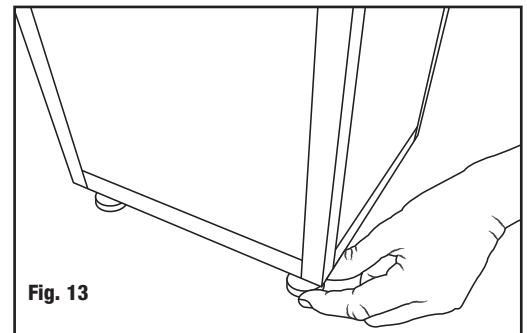

Fig. 13
2. Incline la ensambladora hacia un lado y ajuste la altura de dos de las cuatro patas regulables, dándoles vueltas hasta la altura deseada. **(Fig. 13)**
2. Kippen Sie das Gerät an und stellen Sie die Höhe der ersten zwei Fußstützen durch Drehen ein. **(Abb. 13)**